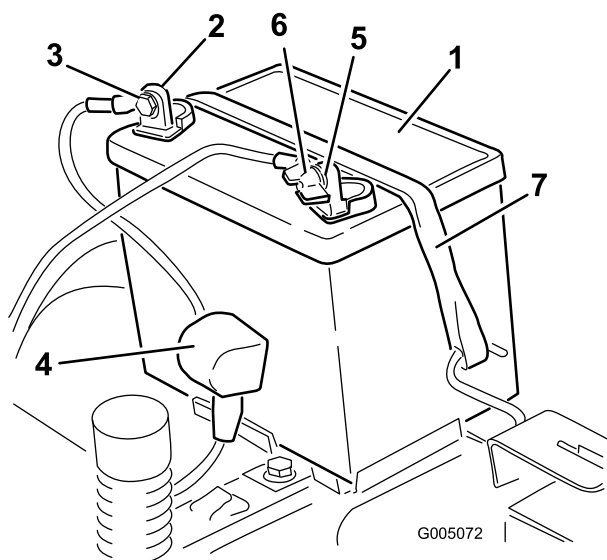

Figure 39
4. Débranchez le câble négatif (noir) de mise à la masse de la borne de la batterie (Figure 39). Conservez toutes les fixations.
5. Repoussez le capuchon en caoutchouc sur le câble positif (rouge). Débranchez le câble positif (rouge) de la borne de la batterie (Figure 39). Conservez toutes les fixations.
6. Enlevez la sangle de maintien de la batterie (Figure 39) et ôtez la batterie de son support.
1. Placez la batterie dans son support (Figure 39).
5. Fixez la batterie en place à l'aide de la sangle de maintien (Figure 39).